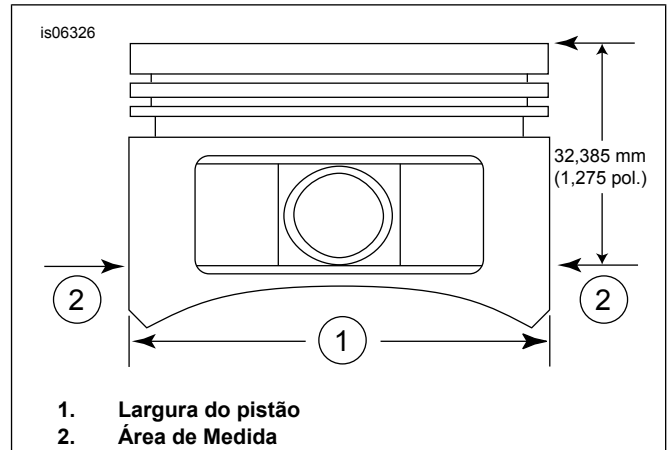

Figura 2. Medidas do pistão
5. Veja Figura 2. Meça a largura do pistão (1), 90 graus horizontalmente dos dois lados do furo do pino do pistão e 1,275 pol. para baixo a partir da superfície da plataforma (parte superior) do pistão (2). Veja Tabela 6 para o ajuste do pistão para o cilindro neste local.